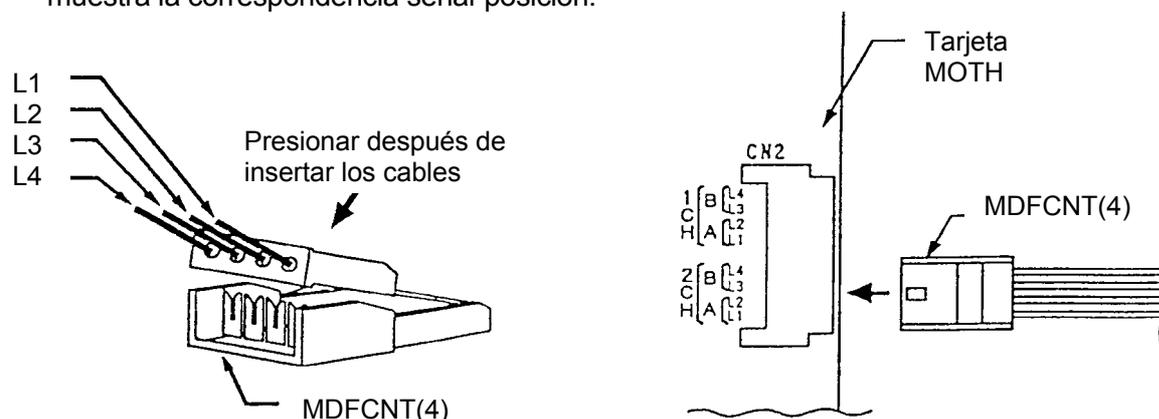

Figura 17.20.4
3. Insertar el módulo (X)MOTH de acuerdo con las instrucciones del punto 17.14.1
4. Conectar los hilos en el conector MDFCNT(4), según la figura 17.20.4 La tabla 17.20.2 muestra la correspondencia señal-posición.